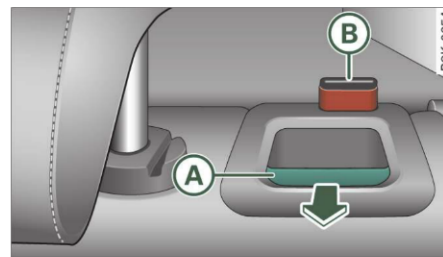

Fig. 77 Spătarul: Maneta de deblocare și butonul de siguranță
- Apăsați maneta de descuiere **A** în sensul indicat de săgeată ⇒ fig. 77 și rabatați spătarul în față.